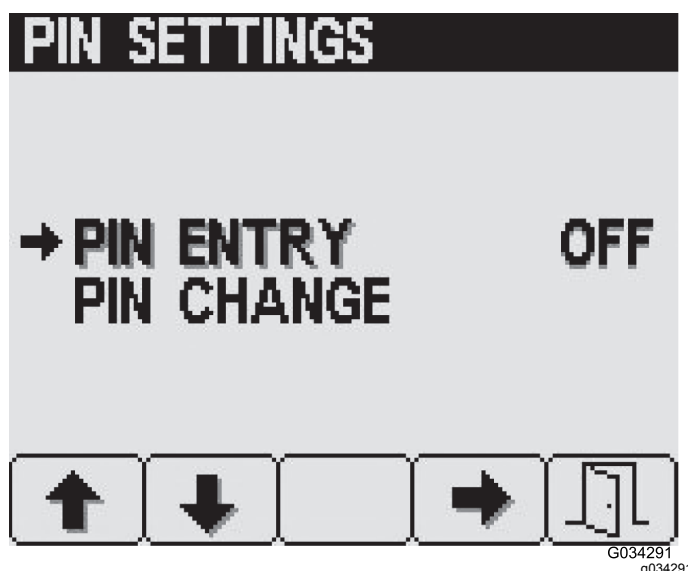

Figura 25
1. Premete il pulsante 1 o 2 per selezionare l'opzione INSERIMENTO PIN (Figura 25).
2. Premete il pulsante 4 per ATTIVARE o DISATTIVARE il requisito PIN (Figura 25).